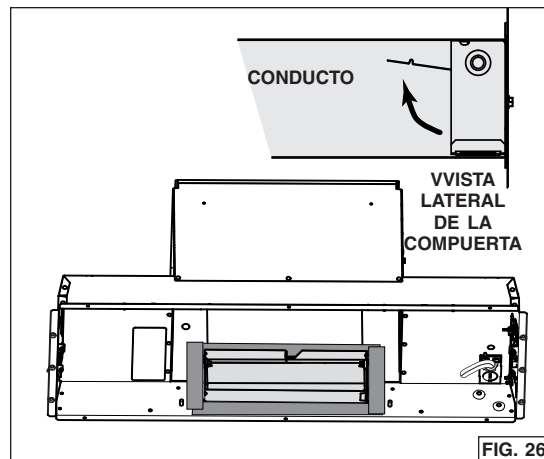

FIG. 26
- Desde el interior de la campana, deslice el adaptador/compuerta de 3¼ pulg. x 10 pulg. en el conducto horizontal, después fijarlo a la campana usando cinta adhesiva metálica para sellar la junta (FIG. 26). Asegúrese de que la compuerta abra como se muestra en la vista lateral de la compuerta.